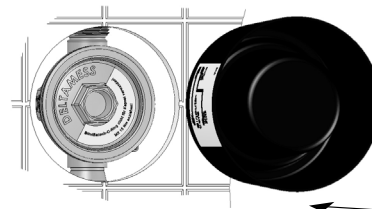

Bild 2 (Montage Blistereinputzhaube)
- Die Blistereinputzhaube auf die Vormontage aufdrücken (*Bild 2*).